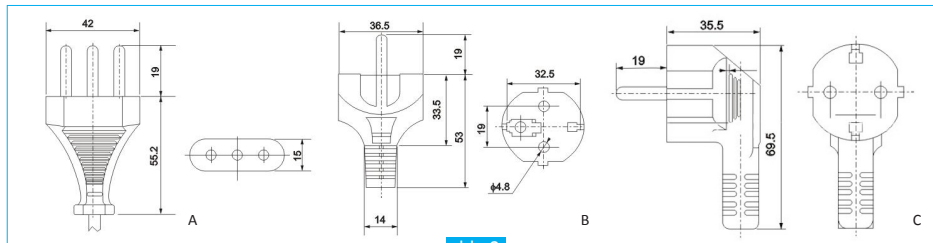

abb. 2
- Gebrauch von Steckern mit Standard S10/11 S16/17 (max. Länge vom Stecker 55,2 mm excl. der Kontakte, Kabeldurchmesser 5-10 mm). (abb. 2-A)
- Gebrauch von Steckern mit Standard S30/S31 (max. Länge vom Stecker 53 mm excl. der Kontakte, aber mit 90° Kabel (max. Steckerlänge 69,5 mm). (abb. 2-B,C)
- использование стандартных вилок S10/11 S16/17 (максимальная длина вилки 55,2 мм, исключая контакты, диаметр кабеля 5-10 мм); (рис. 2-A)
- использование стандартных вилок S30/S31 (максимальная длина вилки 53 мм, исключая контакты, или с кабелем 90° (максимальная длина штекера 69,5 мм). (рис. 2-B,C)